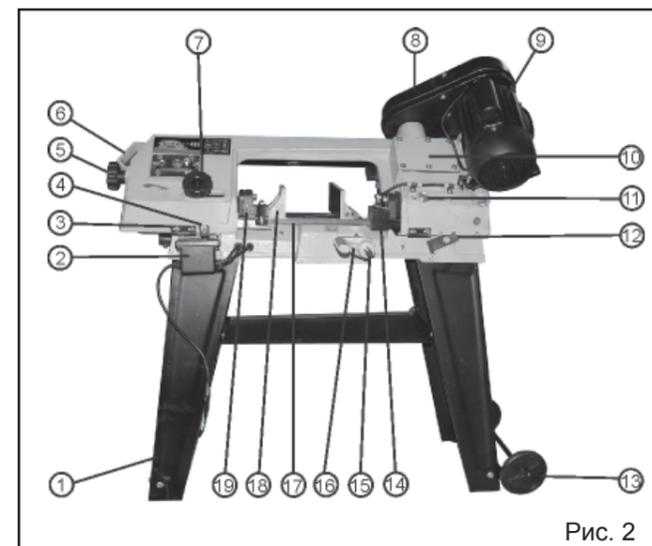
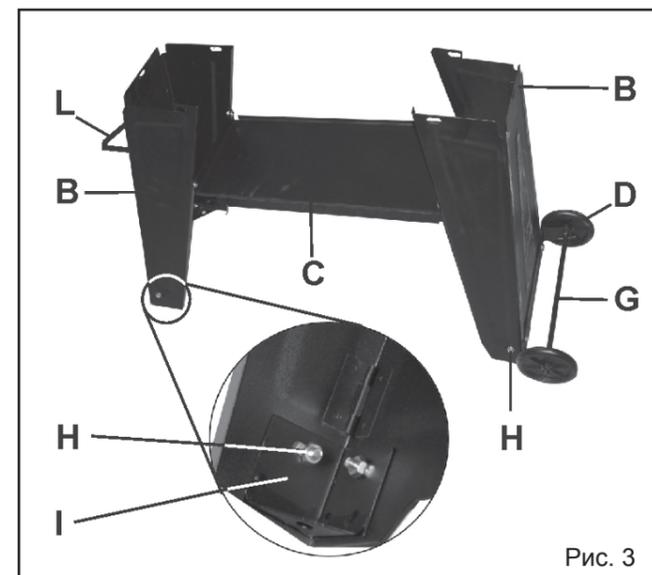

Рис. 2
Рис. 3
7. УСТРОЙСТВО ЛЕНТОЧНОЙ ПИЛЫ (Рис. 2)
8.1.2. Используя детали поставки: стойка (B) – 2шт., поддон (C), ролик (D) – 2шт., балка (G), опора (I) – 4шт., ручка стойки (L) и детали крепления (H) Рис.1 собрать, как показано на Рис.3 основание. Ролики (D) и ручка стойки (L) – зафиксировать шплинтами.
8.2.1. Ленточную пилу (A) установить и используя болтовые соединения деталей крепления (H) Рис.1, закрепить на основании (1) Рис.2.
8.2.2. Для повышенной устойчивости, через специальные отверстия (в опорах I Рис.3) в нижней части основания (1) Рис.2, ленточную пилу рекомендуется закрепить анкерным соединением к поверхности пола.
8.3. Установка подвижного упора (рис.2)
8.3.1. В специальное отверстие станины ленточной пилы установить и закрепить ось упора (15), на оси упора установить и закрепить упор (16) Рис.2.
9.1.4. По окончании выполнения пунктов 9.1.1 – 9.1.3 закрыть кожух привода (8) в противном случае Вы не сможете включить ленточную пилу т.к. кожух привода (8) оборудован конечным выключателем Рис.2.